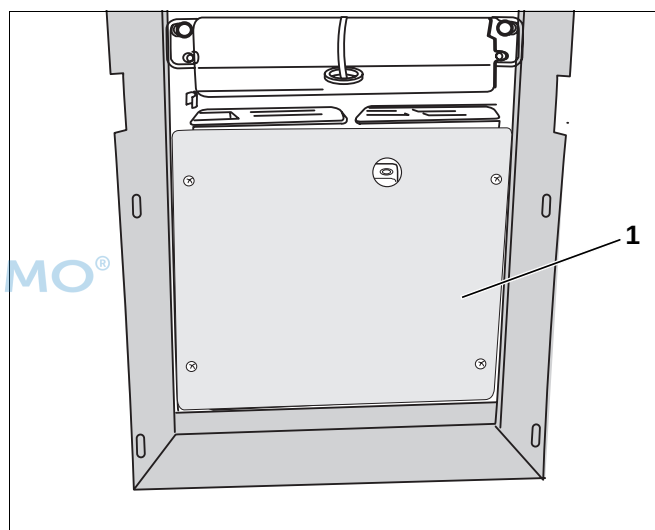

Abb. 24 Lochblech, Nischenrahmen
- Das Lochblech (Abb. 24, **Pos. 1**) können Sie erst nach der Inbetriebnahme (Kapitel 5 „Anlage in Betrieb nehmen“ auf Seite 28) montieren.